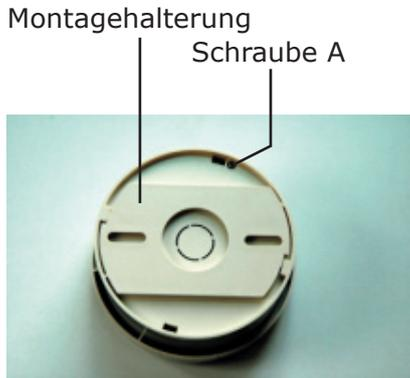
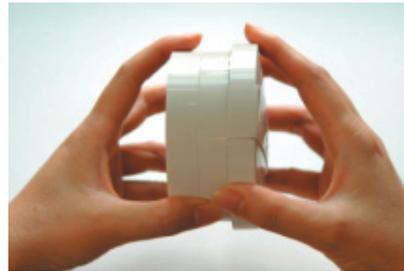

Abb.: 1
Abb.: 2
- 1.) Den Jumper J5 auf NOMRAL stecken (siehe Abb.:1, S56)
- 2.) Die vertikale Höhenausleuchtung (PCB Skala Abb.:1 S56) anpassen. Angaben für das anpassen der Skala entnehmen Sie bitte der unten stehenden Informationen bzw. der Tabelle 1.
Die vertikale Höhenausleuchtung kann durch das verschieben der PCB Skala (siehe Abb.:1, S56) eingestellt werden. Je nach Höhe in der der Bewegungsmelder montiert wird muss die passende Zahl auf der Skala eingestellt werden. Die richtige Einstellung für die passende Höhe entnehmen Sie bitte aus der angeführten Tabelle.
1. Öffnen Sie den Rauchmelder laut Abb.: 1 und Abb.: 2.